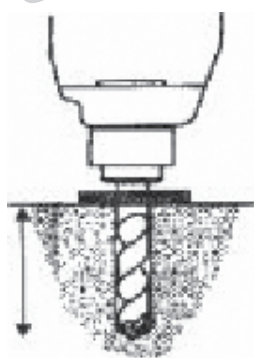

Рис. 5
2. Ориентируясь на опорную плиту, просверлите с помощью перфоратора и бура $3/4$ " отверстия в фундаменте глубиной $4-1/2$ ", см. рис. 5.